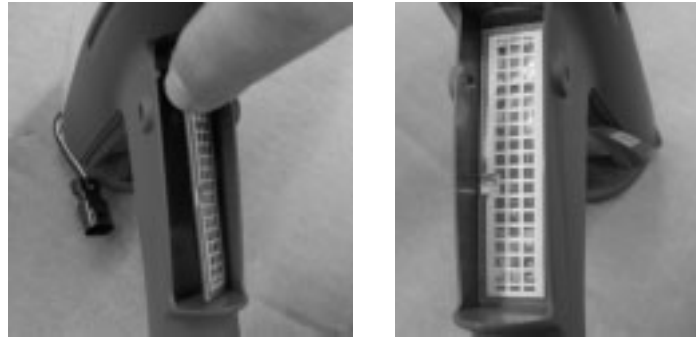

Figura 6-11 Instalar el interruptor de activador – Paso 4
4. Ver la Figura 6-11. Despegar la cinta adherente del interruptor.